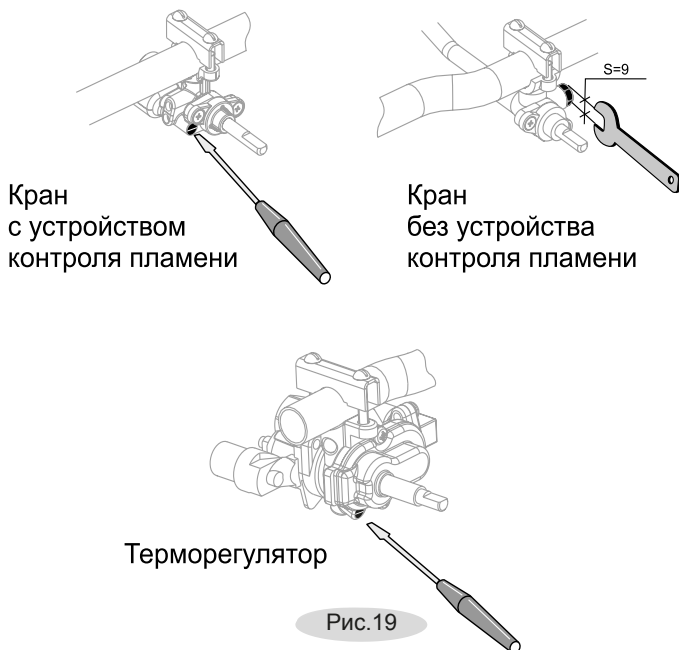

Рис.19
При переводе плиты на другой вид газа (давление) после замены сопел горелок необходимо отрегулировать ВМР. Для этого необходимо зажать горелку, перевести ручку крана в положение «малое пламя», снять ручки, воротники, панель и отверткой, вращая ВМР, добиться минимального, но устойчивого пламени горелки (длина пламени должна составлять 4...6 мм) (рис. 19). Правильность настройки проверяется быстрым поворотом ручки крана из положения «максимальное пламя» в положение «малое пламя». Пламя при этом не должно гаснуть.
- с помощью рожкового ключа ( $S=9$  мм) отвернуть ВМР и заменить, затянув ключом до упора (рис.19).